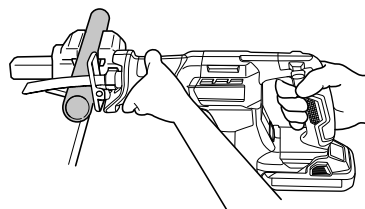

图 24
- (1) 在作业前牢牢固定工件。(图 24)
- (2) 在切锯金属材料时，请使用适当的机油（涡轮油等）。未使用液体机油时，请给工件涂上润滑油。